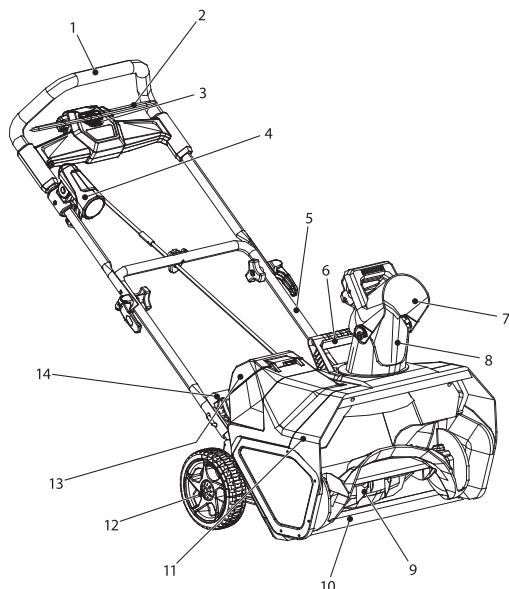

рис. 2.
1. Установите центральную стойку (рис. 2, поз. 5) на снегоочиститель (нижнюю стойку (рис. 2, поз. 14)), и закрепите ее скобами (рис. 1, поз. 6) и гайками (рис. 1, поз. 5) с обеих сторон.
2. Установите верхнюю рукоятку (рис. 2, поз. 3) на центральную стойку и закрепите ее с обеих сторон.
Перед установкой аккумулятора убедитесь в том, что рычаг включения (рис. 2, поз. 2) находится в положении «Выключено».